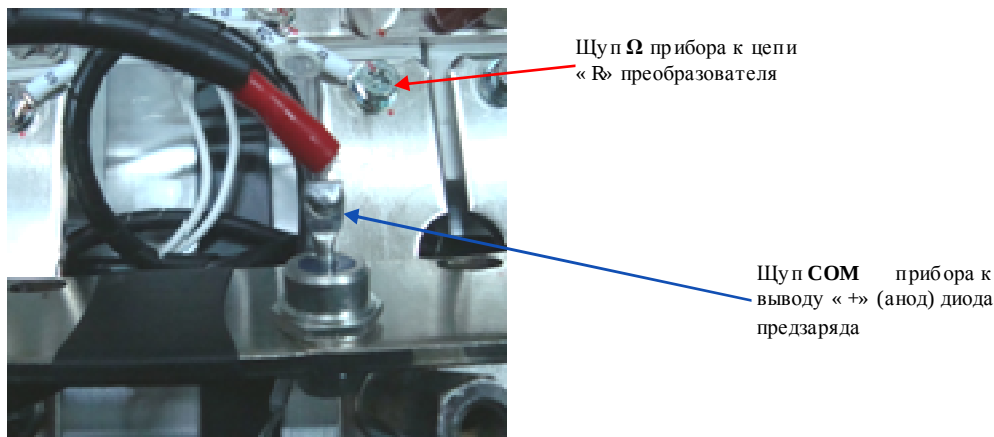

Рис. 4.15.
4.10.4. Проверить резисторы предзаряда (рис. 4.15), подсоединяя мультиметр в режиме измерения сопротивления к цепи «R» и к выводу «+» (анод) диодов предзаряда. Показания прибора должны быть в пределах $60 \text{ Ом} \pm 10\%$. При иных показаниях прибора резистор предзаряда считается неисправным и подлежит замене.